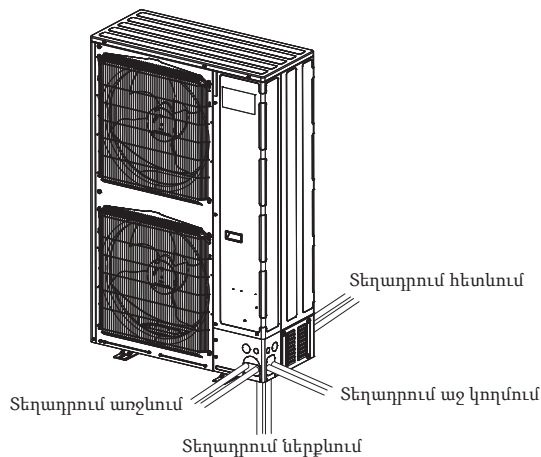

Fig. 4-11
(Fig. 4-11)
• Խողովակները խողովակային կափարիչի միջոցով անցկացնելիս, ակոսիկին հետևելով, կտրեք խողովակի կափարիչի (Թ կամ Ծ) անցքատեղը և փաթաթեք խողովակները: (Fig. 4-11)